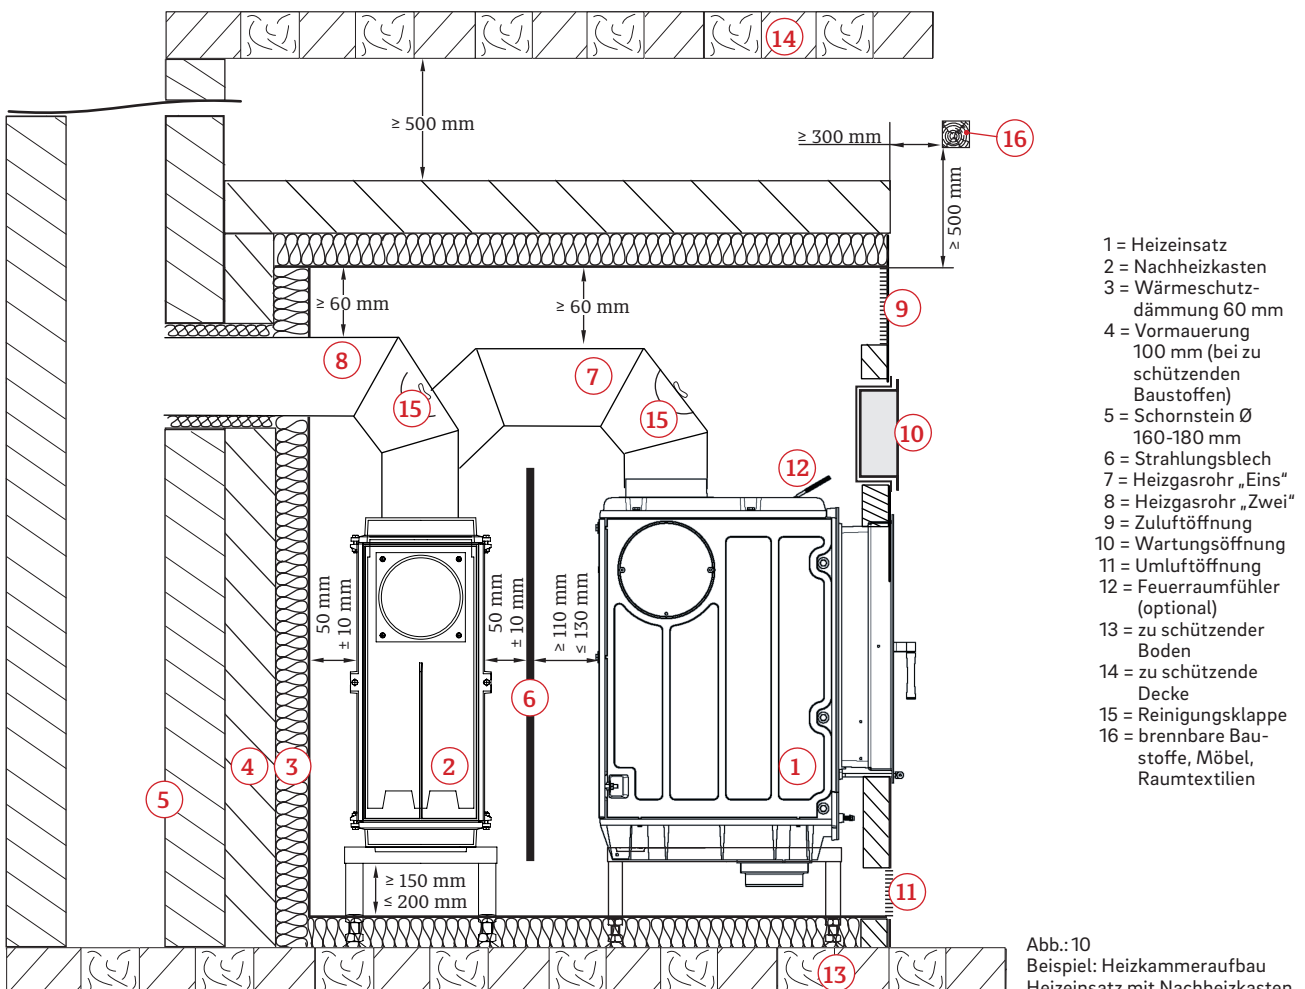

Abb.: 10
- Die Austrittsstellen für die Warmluft sind so anzuordnen, dass sich innerhalb eines seitlichen Abstandes von 300mm bis zu einer Höhe von 500mm über den Austrittsstellen keine Bauteile mit brennbaren Baustoffen, keine derartigen Verkleidungen und keine Einbaumöbel befinden (Abb.:10).
Der Abstand vom Nachheizkasten zur Heizkammerwand, sowie zum Strahlungsblech muss 5 cm ± 1 cm betragen (Abb.: 10).
Umluftöffnungen allseitig zu verteilen. Die Umluftöffnungen müssen unmittelbar über bzw. im Heizkammerboden angebracht werden (Abb.: 10).
Zuluftöffnungen sind unmittelbar unter der Heizkammerdecke oder unter einer entsprechenden Zwischendecke, bzw. in der Heizkammerdecke anzuordnen, so dass kein Wärmestau entstehen kann (Abb.: 10).
Zwischen einer ungedämmter Heizkammerdecke und der Oberkante des Heizeinsatzes muss der Abstand mindestens 18 cm betragen, zu einer zu schützenden Decke mindestens 50 cm. Der Abstand Heizgasrohr „Eins“ zur Heizkammerdecke muss mindestens 10 cm, bei gedämmter Heizkammerdecke 6 cm, betragen. Der Abstand Heizgasrohr „Zwei“ zur Heizkammerdecke muss mindestens 6 cm betragen (Abb.: 10).